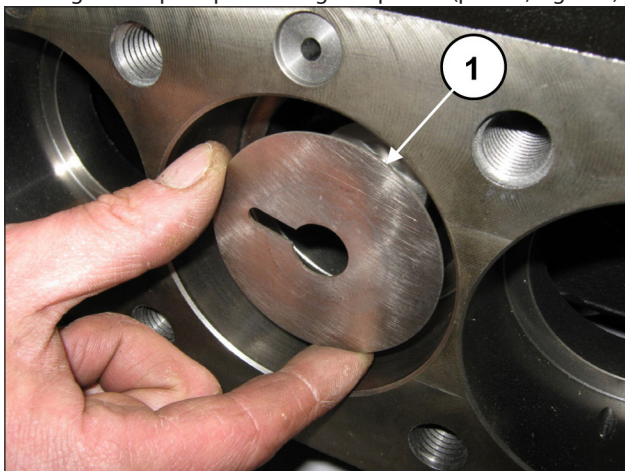

Fig. 155
Sfilare gli anelli paraspruzzi dai guida pistoni (pos. ①, Fig. 155).